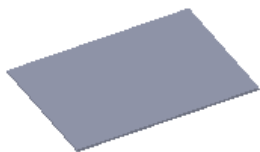
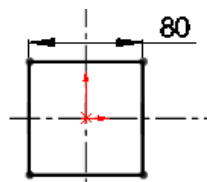

图 7.6.2 基体-法兰 1
图 7.6.3 横断面草图
Step2. 创建图 7.6.2 所示的钣金基础特征——基体-法兰 1。选择下拉菜单 **插入(I)** → **钣金(B)** → **基体法兰(A)...** 命令；选取前视基准面作为草图基准面，绘制图 7.6.3 所示的横断面草图；在 **钣金参数(S)** 区域的 **厚度** 文本框中输入厚度值 1.0，选中 ☒ **反向(E)** 复选框，在 ☒ **折弯系数(A)** 区域的下拉列表中选择 **K 因子**，在 **K** 后的文本框中输入值 0.4，在 ☒ **自动切释放槽(I)** 区域的下拉列表中选择 **矩形** 选项，选中 ☒ **使用释放槽比例(A)** 复选框，在 **比例(I):** 文本框中输入比例系数 0.5；单击 按钮，完成基体-法兰 1 的创作。